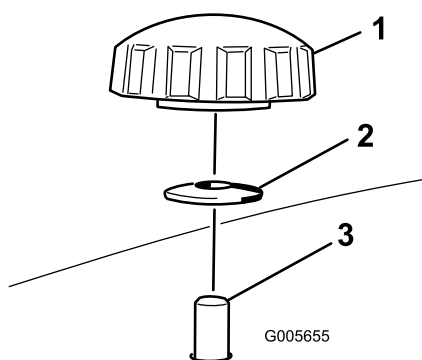
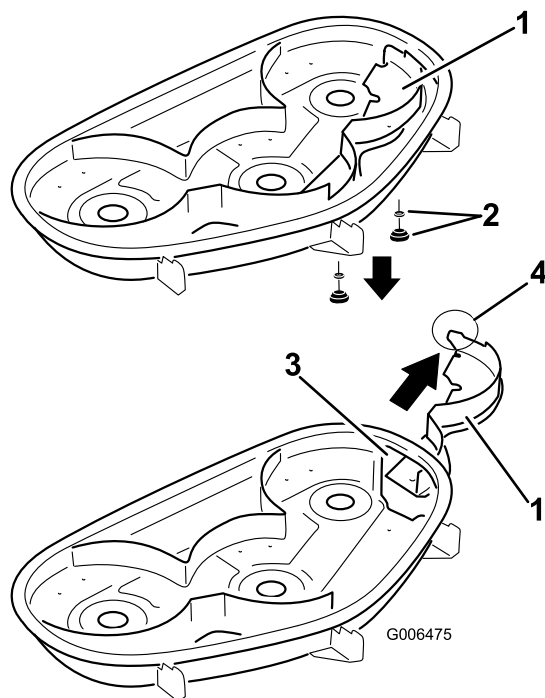

Figura 31
Figura 32
4. Retire los 2 pomos y las arandelas curvas que sujetan el deflector derecho al cortacésped, según se muestra en Figura 31.
5. Retire el deflector derecho y baje el deflector de hierba sobre el orificio de descarga, según se muestra en Figura 32 y Figura 31.
4. Coloque el deflector derecho en la carcasa de corte y fíjelo usando 2 pomos y arandelas curvas (cara ahuecada hacia el cortacésped) según se muestra en Figura 31 y Figura 32.